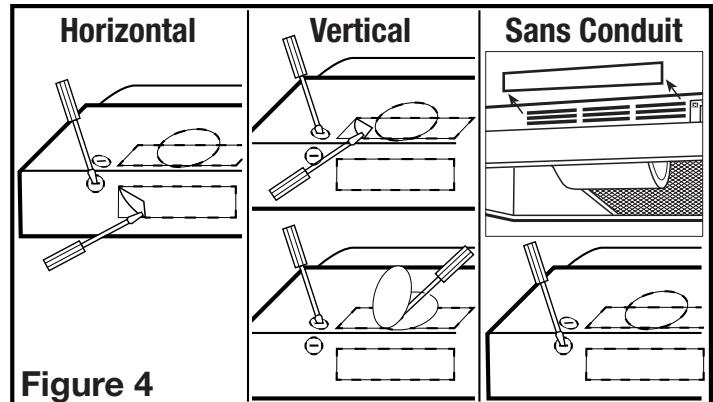

Figure 4
- Horizontal ou Vertical - Enlever l'alvéole défonçable en insérant un tournevis sous le contour et casser les attaches qui le retiennent en place. Peler avec des pinces (**Figure 4**).
- Sans Conduit - enlever le cache persienne, exposant les fentes à air à l'avant. Pour enlever les persiennes glisser vers un côté et soulever le flanc arrière. Ne pas utiliser de tournevis ou autre objet qui pourrait endommager la hotte (**Figure 4**).
- Rond de 17,78 cm (7 po) - enlever l'alvéole défonçable située sur le dessus de la hotte en insérant un tournevis sous le rebord et briser les attaches qui la maintiennent en place. Peler avec des pinces (**Figure 4**).
- Déterminer où le service électrique entrera dans la hotte et enlever les alvéoles défonçables électriques appropriées en insérant un tournevis dans la fente et en le repliant vers l'avant et l'arrière jusqu'à ce que les alvéoles deviennent lâches (**Figure 4**).